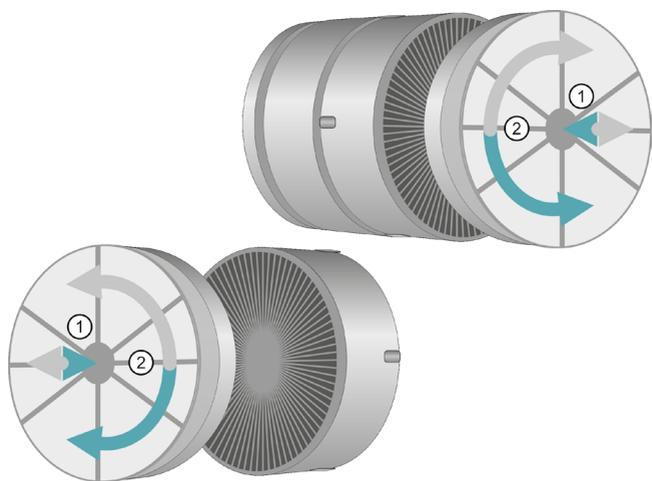

Рис. 14 Установка угольного фильтра
2. Вставьте угольный фильтр и поверните его в часовой направлении. То же самое проделайте со второй стороны мотора (рис. 14).